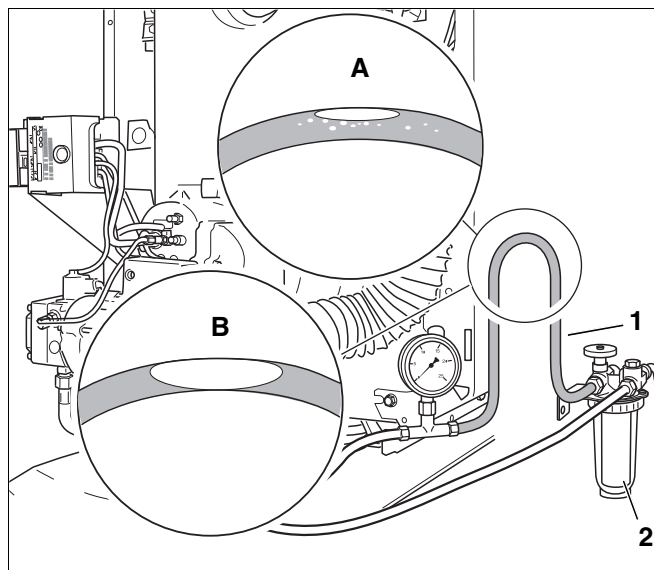

Рис. 37 Вертикальная петля прозрачного шланга
- Соединить прозрачный шланг (Рис. 37, поз. 1) со всасывающей линией за топливным фильтром (Рис. 37, поз. 2).
- Сделать из прозрачного шланга вертикальную петлю так, как показано на (Рис. 37).
- Проверить размеры воздушного пузырька, образовавшегося в шланге (Рис. 37, вид А и В).
Топливопровод достаточно герметичен, если воздушный пузырек в верхней части шланга имеет небольшие размеры (Рис. 37, вид А).
Большой воздушный пузырек (Рис. 37, вид В) говорит о том, что на всасывающей линии и/или в местах подключений имеются неплотности.